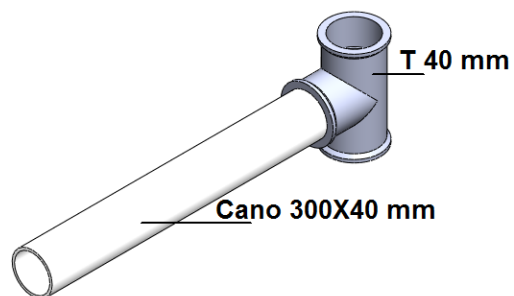

Figura 8. Montagem dos módulos – Módulo 1 – Passo 1
- Passo 1: Junte o cano de 300X40 mm com a conexão “T 40 mm”, como mostrado na figura 8 (2 unidades);